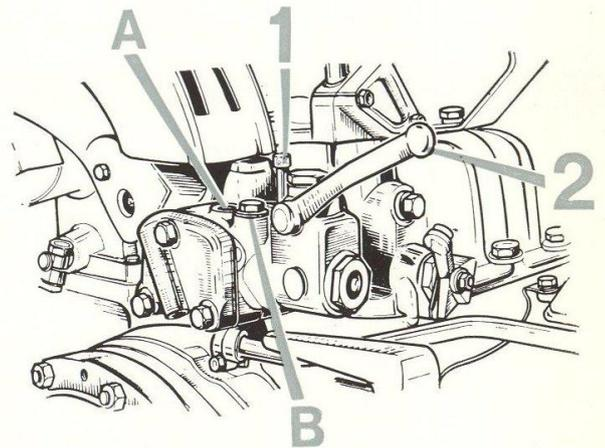
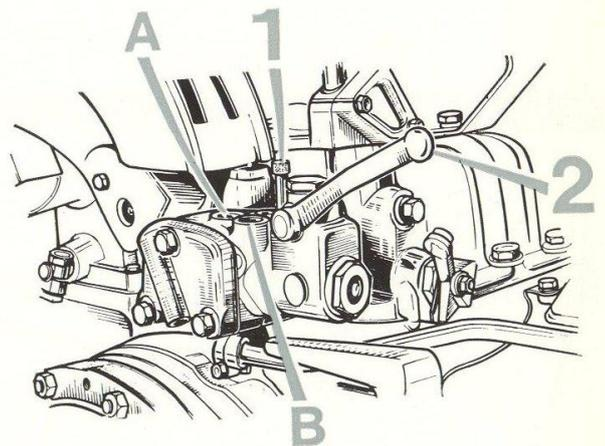

FIG. 64
FIG. 65
a) branchement simple effet (fig. 64)
- Desserrer la vis de blocage (1) ;
- En levant la manette (2) on provoque la sortie du vérin et inversement.
b) branchement double effet (fig. 65)
- Serrer à fond la vis de barrage (1) ;
- En levant la manette (2) on provoque la sortie du vérin et inversement pour la rentrée de la tige qui s'effectue cette fois sous pression d'huile.